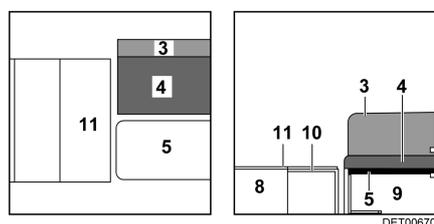

Fig. 47 Pendant la transformation
- Rabattre vers le haut le plateau d'assise (Fig. 47,11) de la banquette longitudinale.
- Soulever un peu la rallonge du coffre de banquette (Fig. 47,10) de la banquette longitudinale.
- Sortir jusqu'à la butée la rallonge du coffre de banquette (Fig. 47,10) de la banquette longitudinale.